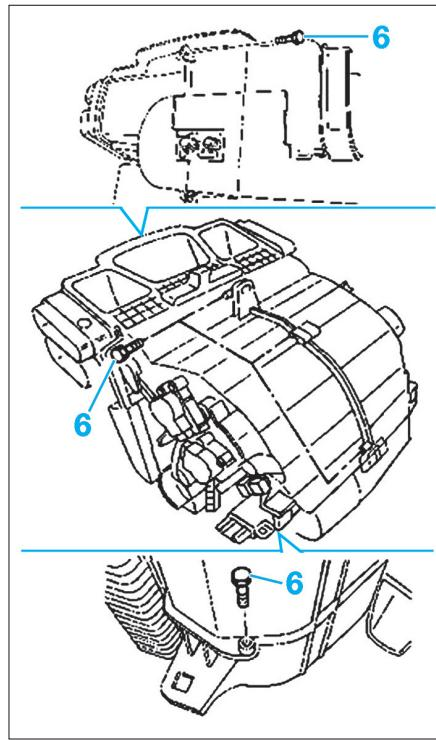

Fig. 27
• Déposer les vis d'assemblage (6) du bloc chauffage/climatiseur (Fig.27).